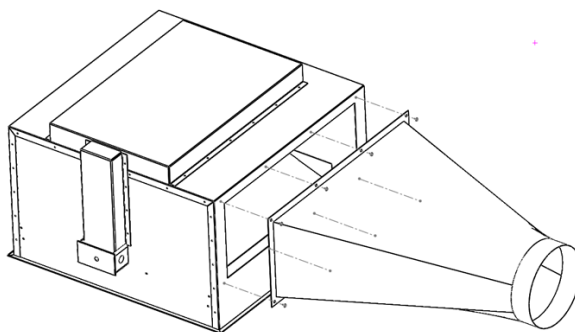

Figure 1. Le collet doit être bien aligné avec l'ouverture rectangulaire dans le plénum.
1. Bien aligner le collet conique avec l'ouverture rectangulaire sur le côté du plénum (Figure 1).